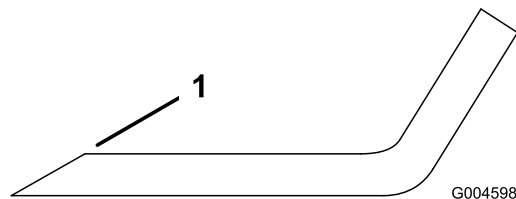

Figura 37
1. Affilate i taglienti da entrambe le estremità della lama con una lima (Figura 37). Rispettate l'angolazione originale. La lama rimane bilanciata soltanto se rimuovete una quantità uguale di materiale da entrambi i taglienti.